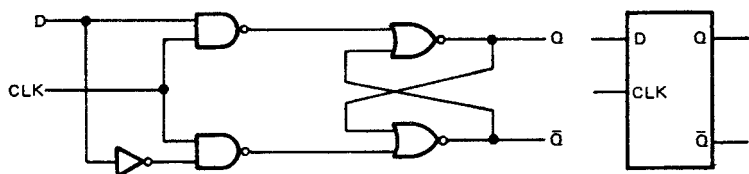

Рис. 34-6. Логическая схема и обозначение D-триггера.
D-триггер полезен, когда должен быть сохранен только один бит данных (1 или 0). На рис. 34-6 изображена логическая схема D-триггера. Он имеет один вход для данных и вход для тактовых импульсов. *D-триггер* также называют *триггером с задержкой*. Вход D задерживает один тактовый импульс перед изменением уровня выхода (Q). Иногда D-триггер имеет вход PS (предустановка) и вход CLR (очистка). Когда на вход предустановки подан низкий уровень (0), он устанавливает выход Q в состояние 1. Когда на вход очистки подан 0, Q также устанавливается 0. D-триггеры, соединенные вместе, образуют сдвиговые регистры и регистры памяти. Эти регистры широко используются в цифровых системах.